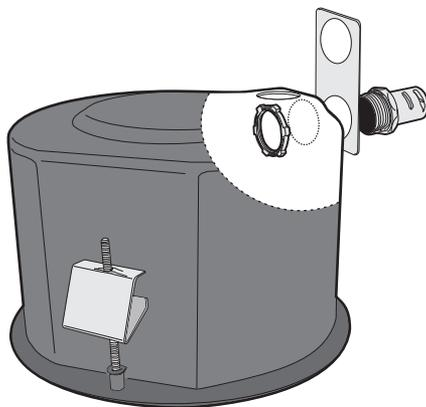

Figura 2. Conexión de conducto para cables, tuerca de bloqueo y soporte de cadena de seguridad
2. Conecte un conducto para cables (no suministrado), una tuerca de bloqueo (no suministrada) y un soporte de la cadena de seguridad (consulte la Figura 2).
5. Conecte un conducto para cables (no suministrado), una tuerca de bloqueo (no suministrada) y un soporte de la cadena de seguridad (consulte la Figura 2 en la página 10).